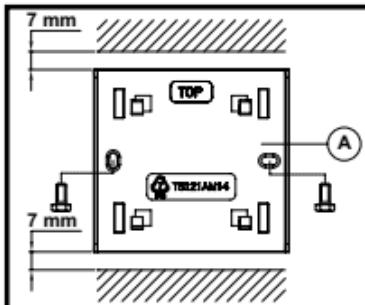

Fig. 3.
1. Befestigen Sie die Sicherungsplatte A (Abb. 3) mit Hilfe der mitgelieferten Schrauben auf einem Einbaukasten bzw. direkt mit Hilfe von Schrauben und Dübeln an der Wand. Die Kennzeichnung „TOP“ muss sich an der Oberseite der Sicherungsplatte befinden.